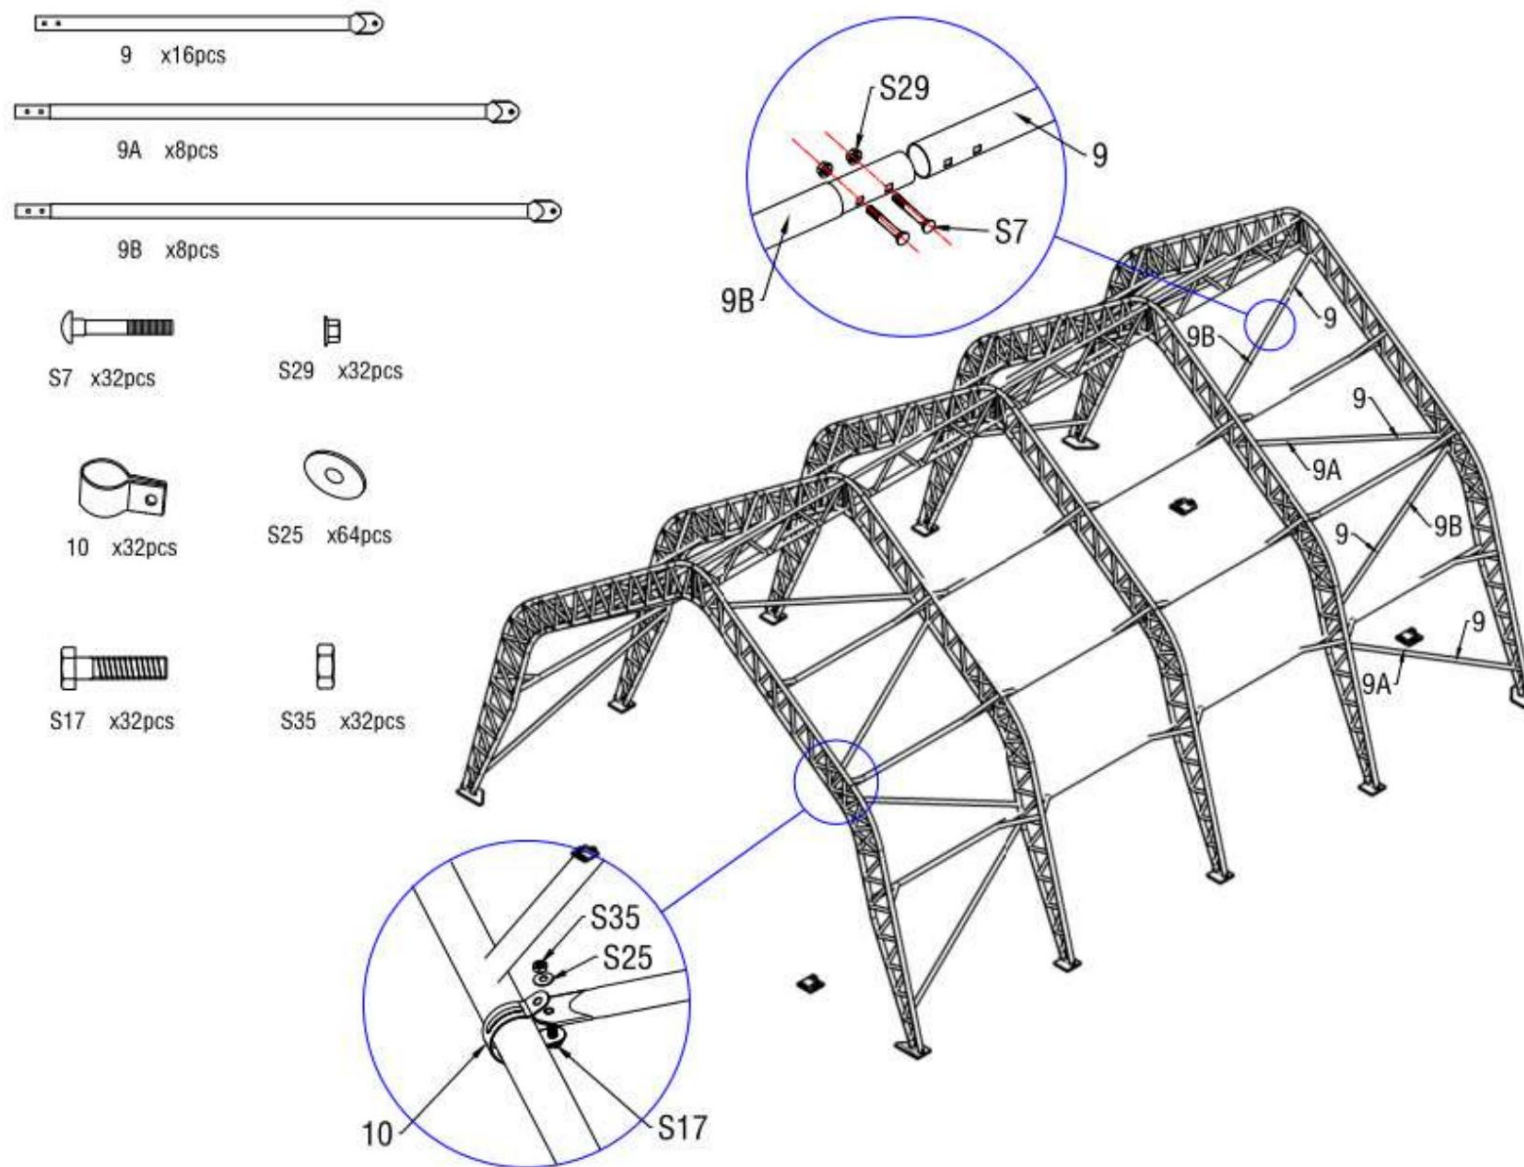

Figure 10
6. Comme illustré sur la figure 10, repérez le tube de support diagonal femelle (n° 9) et les tubes de support diagonaux mâles (n° 9A et 9B). Assemblez chaque groupe de tubes de support à l'aide d'un boulon à tête carrée M8x60 (n° S7) et d'un écrou à embase M8 (n° S29). Fixez ensuite le tube de support diagonal à l'arche à l'aide de l'agrafe (n° 10).